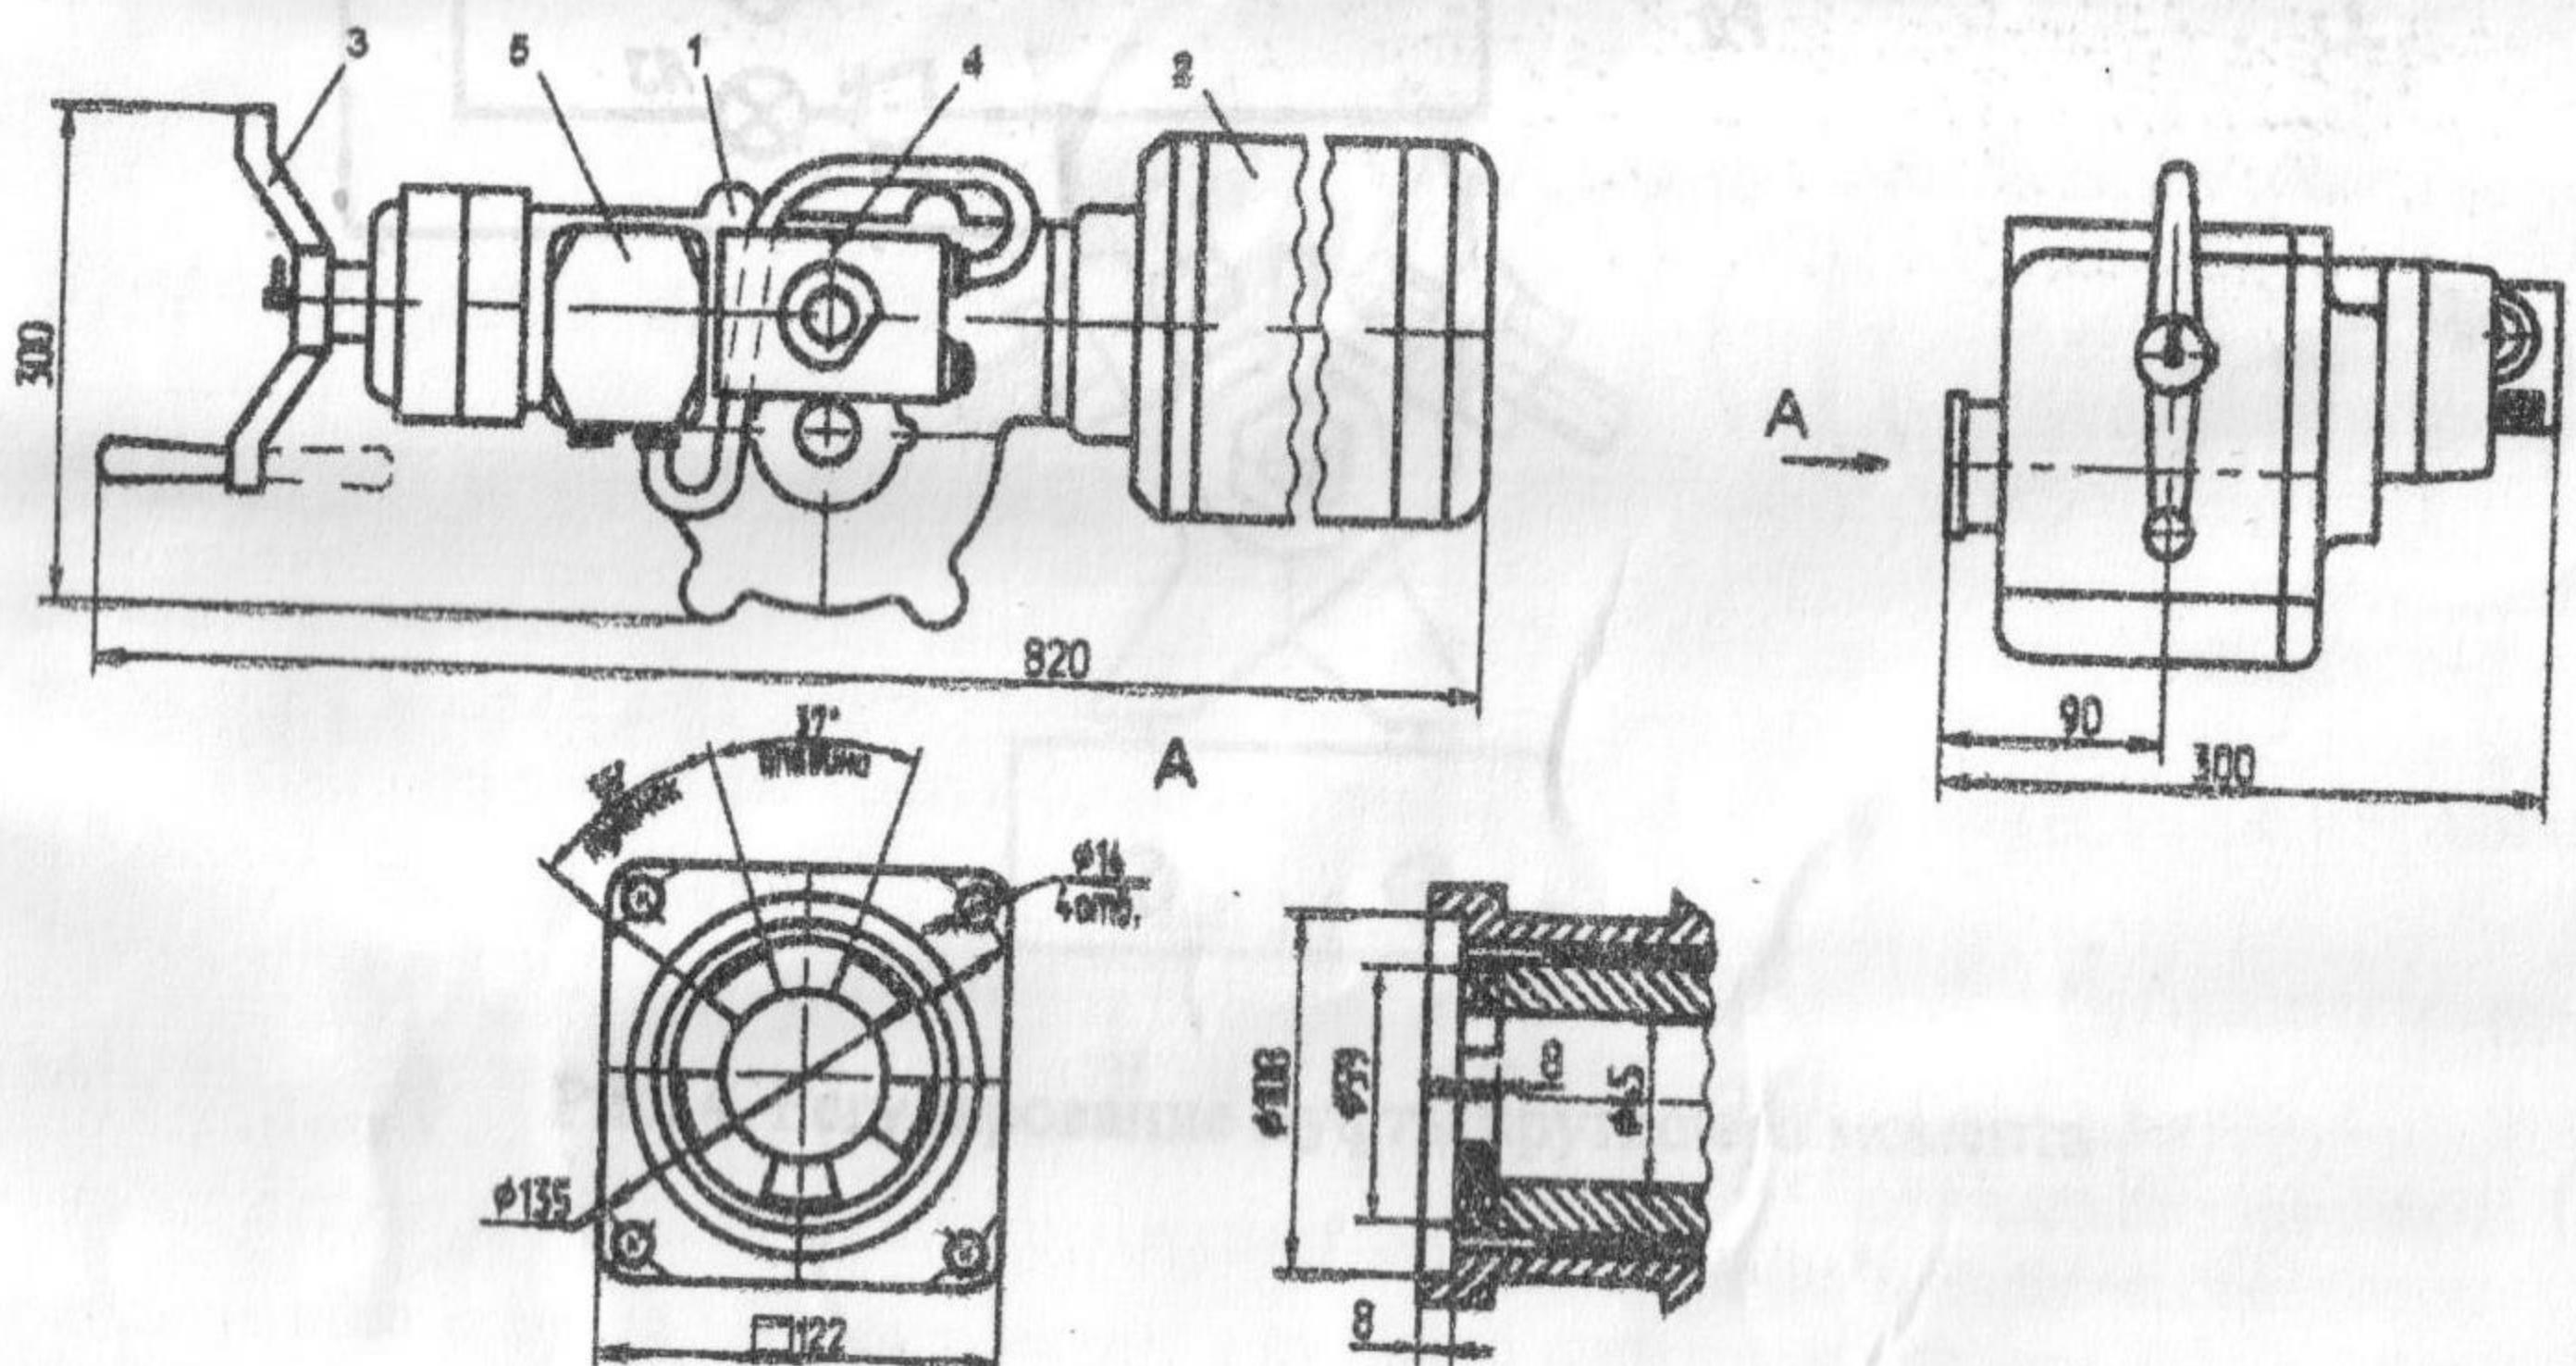

Рис.1 Габаритные и присоединительные размеры привода
2.3. Габаритные и присоединительные размеры привода приведены на рис. 1. Присоединение приводного вала под соединение со шпинделем арматуры – кулачковое.
3.1. В состав привода (рис. 1) входит червячный редуктор с муфтой крутящего момента 1; электродвигатель 2; ручной дублер 3; блок моментных выключателей 5 и коробка путевых выключателей 4, соединенных между собой электромонтажным жгутом в гибком шланге.